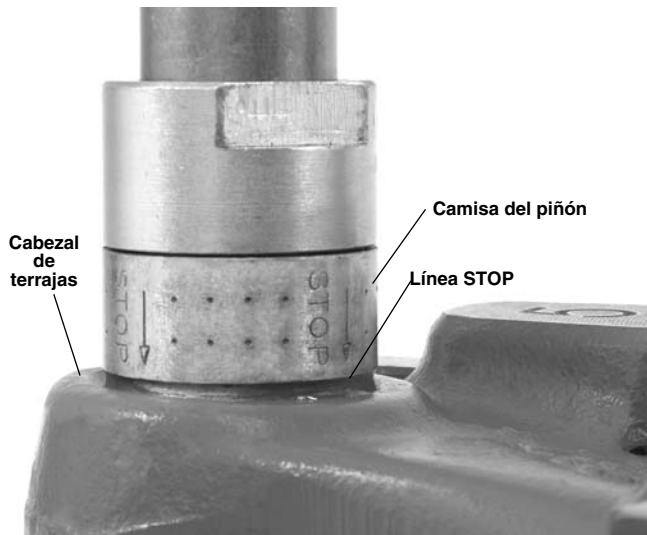

Figura 8 – Rosca completa – la parte superior del cabezal de terrajas está al ras con la línea STOP
5. Siga atrincando hasta que el borde superior del cabezal de terrajas está al ras con la línea de paro (STOP) roja en la camisa del piñón (vea la Figura 8).
12. Siga roscando hasta que el borde del cabezal de terrajas esté al ras con la línea de paro roja en la camisa del piñón (Figura 8). Suelte el interruptor de pie. Si se sigue roscando más allá de la línea de paro roja, se desconecta el eje del piñón, para que el mecanismo no se atasque. No mantenga el funcionamiento cuando el eje del piñón está desconectado, ya que con el tiempo esto puede dañar el equipo.